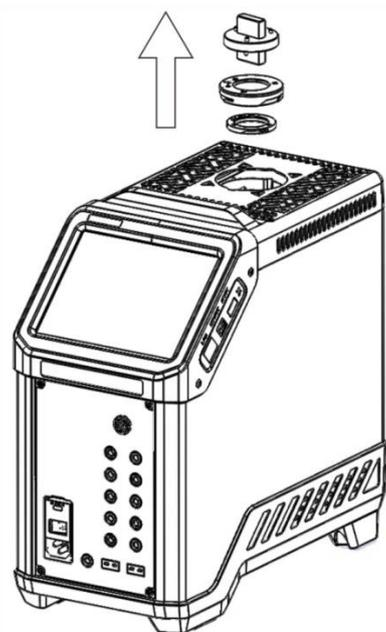

图 3 移除大、小适配环
- 2) 分别使用适配环紧固工具的两个端面，拆下炉口大适配环和小适配环，见图 3；